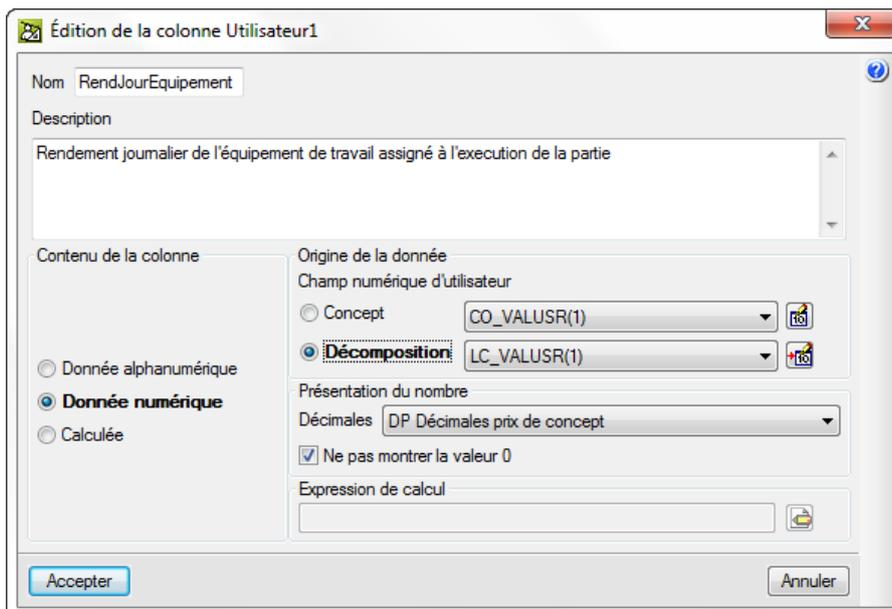

Fig. 5
- a) Exemple pour créer une colonne de type numérique appelée RendJourEquipement pour qu'elle contienne le rendement journalier de l'équipement de travail assigné à l'exécution d'une partie. Il faudra un champ d'utilisateur de type numérique appelé RendJourEquipement. Fig. 5.
À partir de la boîte de dialogue 'Configuration de colonnes et champs de l'utilisateur', il est possible de cliquer sur le bouton 'Ajouter nouvel élément à la liste' . Cela permettra d'introduire les données et les options de la Fig. 5 dans la boîte de dialogue 'Edition de la colonne Utilisateur1.'